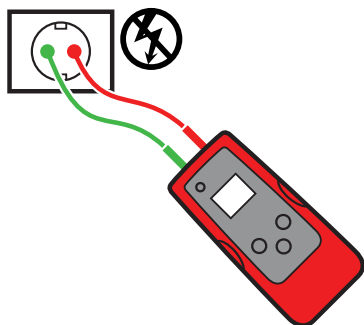

Figura 3.5a
3. Ligue os cabos de teste verde e vermelho aos cabos de linha e neutro da mesma tomada ou cabo (ver Figura 3.5a).\*